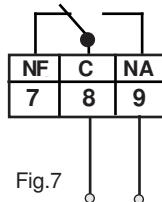
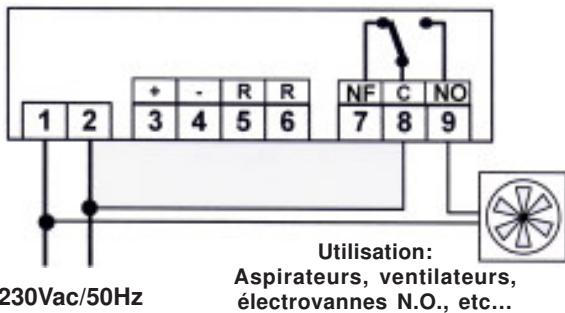

Fig.7
Fig.8
**LOGIQUE NEGATIVE** : dans ce cas, la bobine du relais est maintenue constamment désexcitée (Fig.7-Fig.8).